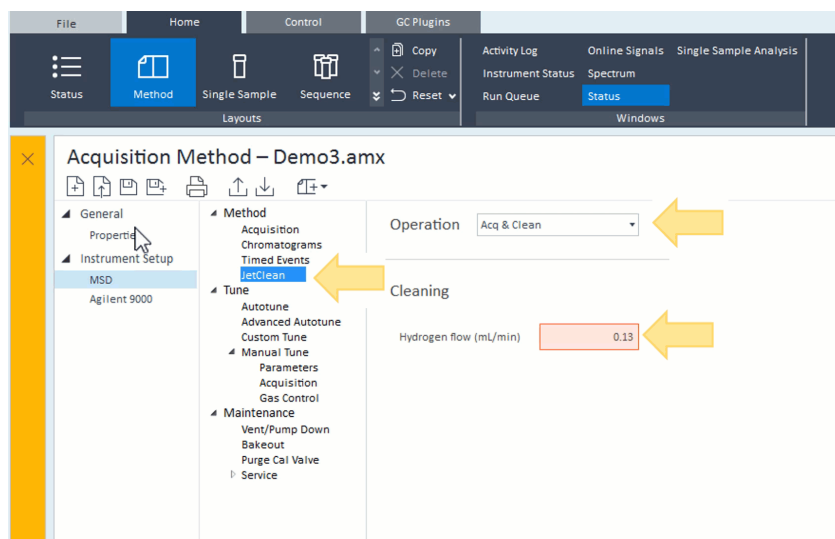

图 33. 方法采集参数
- 单击**智氢洁离子源**，然后从**操作**下拉菜单中选择**采集和清洁**。如果 MSD 未配置气流控制器，则无法使用此选项。（请参阅图 33。）